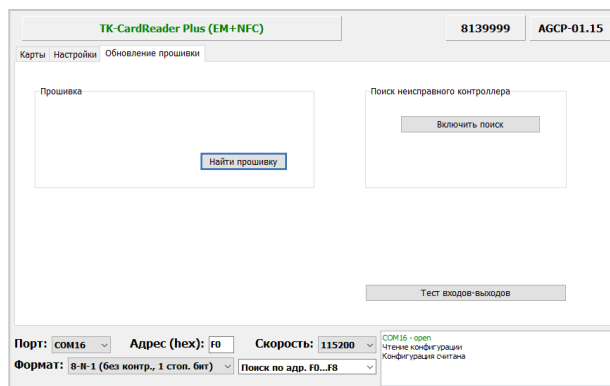

Рис.18. Обновление прошивки.
- В программе перейдите на вкладку «Обновление прошивки» и нажмите кнопку «Найти прошивку» (**Рис.18**). После этого программа предложит выбрать нужный файл прошивки. Файл прошивки должен иметь расширение .eraw.